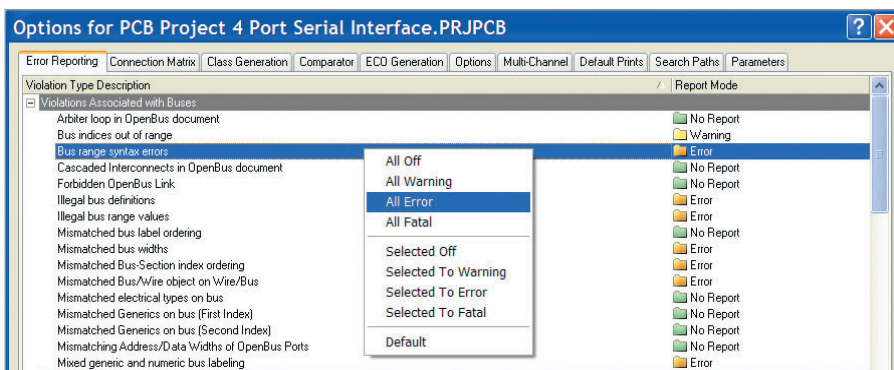

Рис. 8. Предупреждения, связанные с шинами
Параметры проекта задаются на странице, которая вызывается командой *Project > Project Options* (при этом должен быть выбран необходимый проект или открыт один из его документов). Данная страница содержит несколько вкладок, на каждой из которых задаются определённые настройки (для проекта печатных плат таких вкладок 10, см. рис. 8). Для компиляции проекта, содержащего только схему, достаточно установить настройки двух вкладок *Error Reporting* и *Connection Matrix*; рассмотрим назначение каждой из этих вкладок.
ний, *Error* следует нажать правой кнопкой мыши в любом месте окна и выбрать *All Error* (см. рис. 8).
1. *Violations Associated with Buses* – предупреждения, связанные с шинами. Здесь и далее на рисунке показаны рекомендуемые настройки, а далее по тексту описаны особенности нарушения и синтаксис сообщения, которое будет отображаться при нарушении. Описание параметров проекта проводилось по версии программы 6.8, поэтому расшифровка некоторых нарушений отсутствует. Кроме этого, не описываются ошибки, связанные с объектами *Harness* и *OpenBus*, а также с конфигурациями ПЛИС (*Configuration Constrains*). Синтаксис нарушения показан в фигурных скобках. В первой группе нарушений описываются ошибки, связанные с реализацией шин (см. рис. 8):